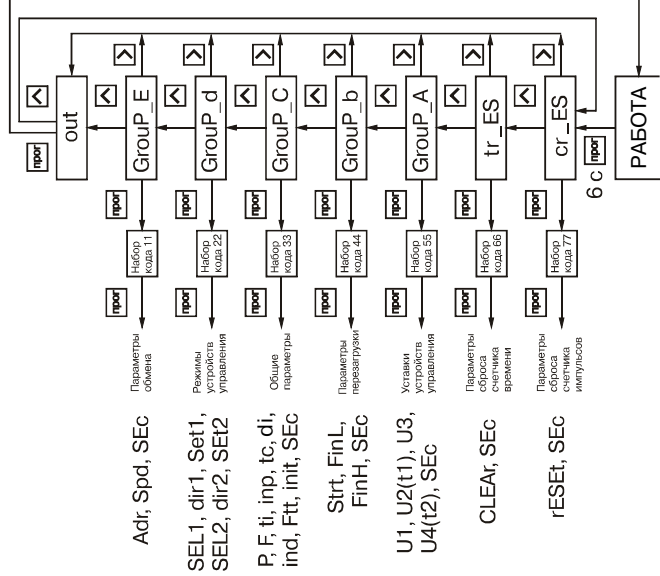

Рис. 22
6.1.5. Для входа в меню верхнего уровня из режима РАБОТА нажмите и удерживайте кнопку  до появления на цифровом индикаторе **c_rES** (рис. 22).